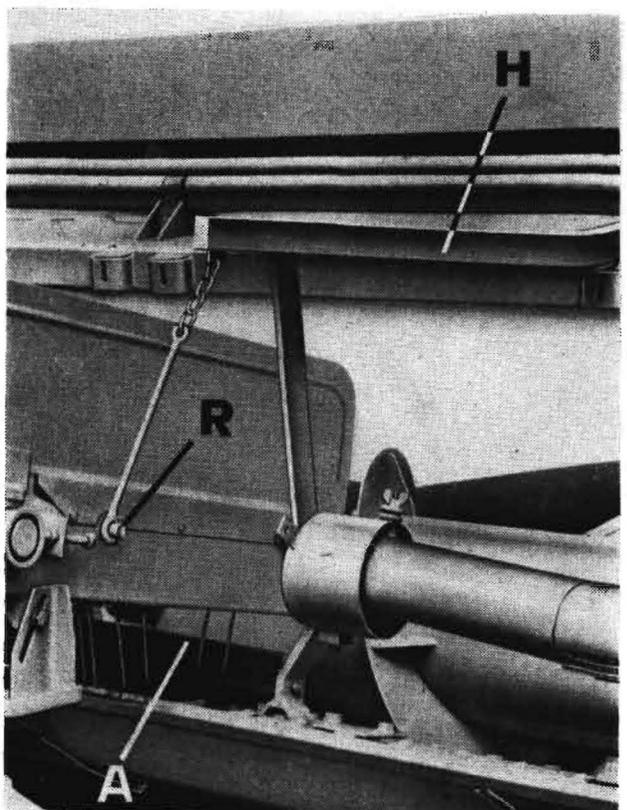

Bild 6/82
- Befestigen des Abstreifers A an den Lagerböcken mit 2 Sechskantschrauben (Bild 6/82).